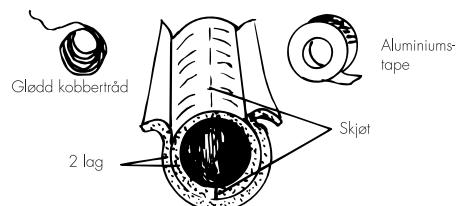

Fig. 2. Kaowool isolasjon
For tilkobling til skorsteiner nyttes 200 mm røykør sammen med adapter (overgang fra røykuttaket på peisen). Skal peisomrammingen utføres av brennbart materiale må røykrøret isoleres forskriftsmessig. Det kan benyttes et lag 50 mm Rockwool isolasjonsmatte m/netting. Den legges slik at skjøtene får god tetning uten å klemme isolasjonen sammen. For å holde isolasjonen på plass «sys» nettingen sammen med galvanisert ståltråd. Alternativ isolering av røykkanal er 13 mm. ildfast Kaowool isolasjon som må legges i 2 lag med overlapp på skjøtene. Alle skjøtene må limes med aluminiumstape, og det ytterste laget må surres med galvanisert ståltråd eller glødd kobbertråd for å holde isolasjonen sikkert sammen. Se fig. 2.
7. Røykrør isoleres (se røykrør fig. 2), dersom innkledning av brennbart materiale skal benyttes.
Deretter isoleres røykrøret forskriftsmessig (se fig. 2).